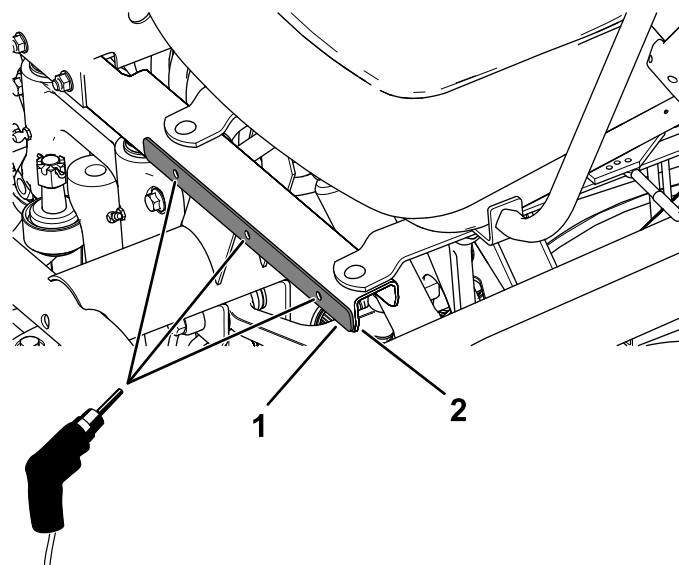

Figura 21
1. Allineate le barre del parafrangente al bordo inferiore del telaio della base del sedile e utilizzatele per contrassegnare e praticare 3 fori ($\frac{5}{16}$ " su ciascun lato del telaio della base del sedile (Figura 21).